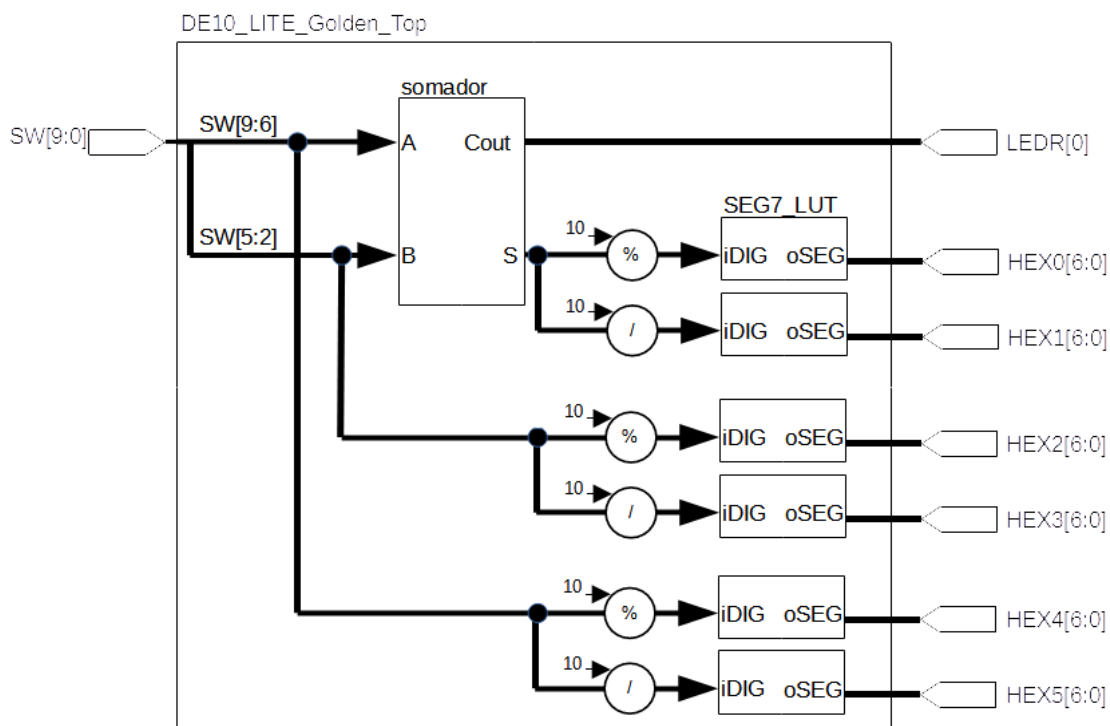

Figura 1: Diagrama esquemático do arquivo top-level.
A Figura 1 apresenta o diagrama esquemático do circuito a ser implementado no arquivo top-level.
- Releia o início da seção 2, reveja a Figura 1 deste documento e complete o código DE10_LITE_Golden_Top.v para atender às características pedidas para o circuito;